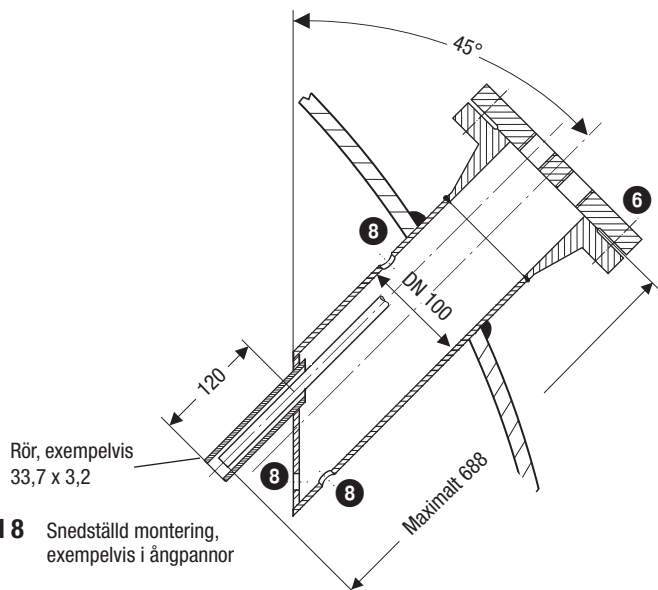

Bild 8 Snedställd montering, exempelvis i ångpannor
- Elektrodens lutningsvinkel får vara maximalt 45°. Då är monteringslängden begränsad till 688 mm. **Bild 8**